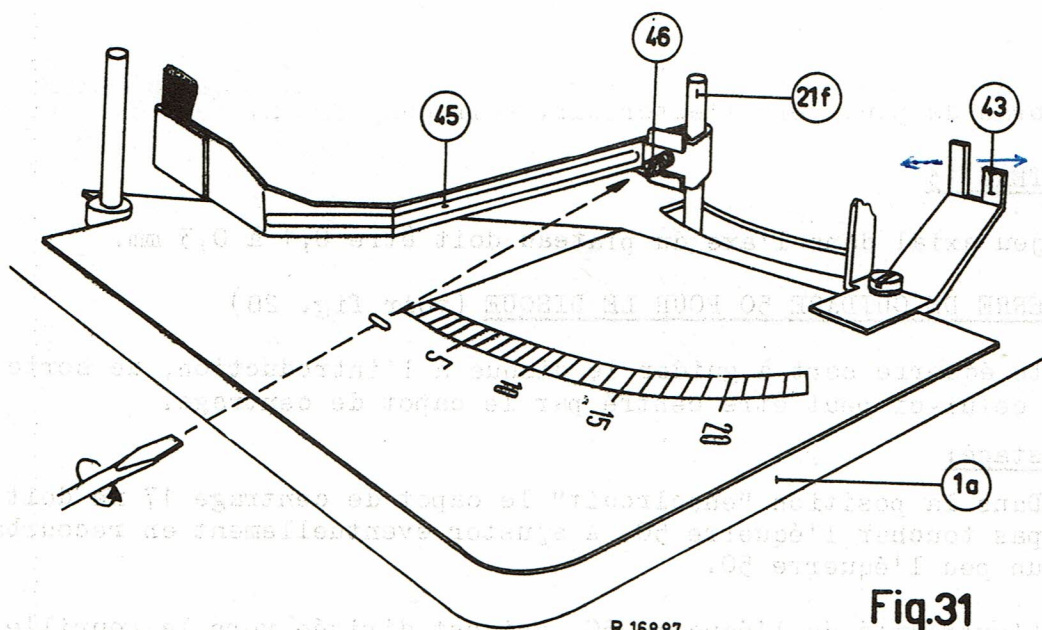

Fig.31
U. PORTE-BALAI 45 (voir fig. 31)
Celles-ci doivent être coupées et mises sur la plaque de montage, comme il est indiqué à la fig. 31.